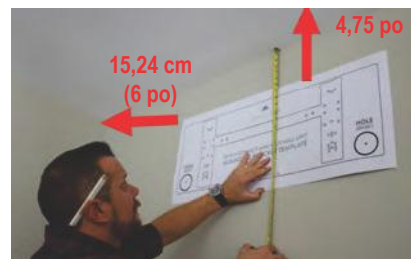

Fig. 1.1
- Sur un mur extérieur, à au moins 15,24 cm (6 pouces) du plafond et 12 cm (4,75 pouces) du mur adjacent (voir figure 1.1)